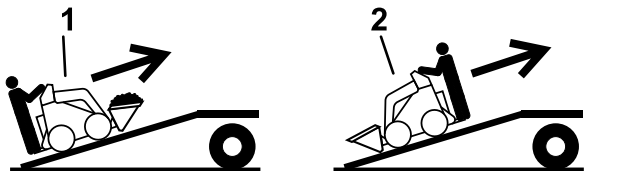

Bild 17
5. Fahren Sie beim Verladen auf den Anhänger mit dem schweren Ende der Maschine auf die Rampe und befördern Sie Lasten niedrig (**Bild 17**).